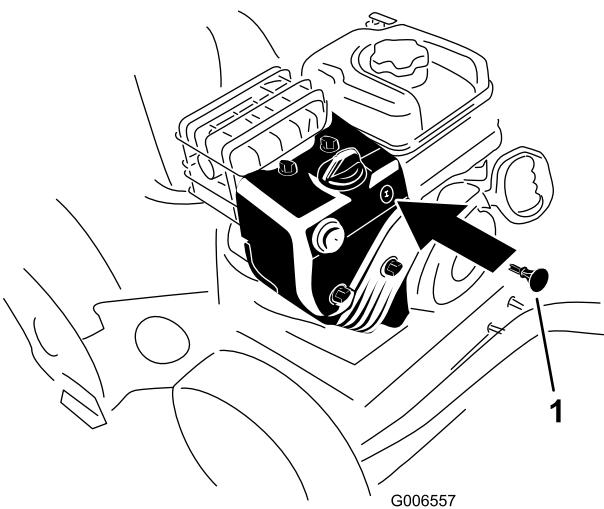

Рисунок 26
- Вставьте ключ зажигания (Рисунок 26).